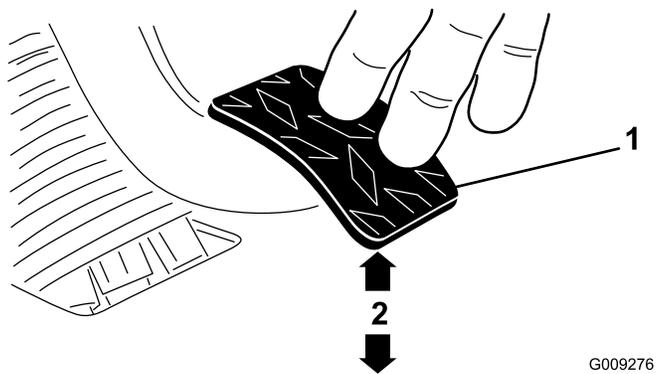

Рисунок 70
3. Регулируйте зажимные гайки или шаровой шарнир до тех пор, пока нижняя сторона задней кромки педали сцепления не будет находиться на расстоянии  $9,5 \pm 0,3$  см от верха доски пола с ромбовидным рисунком, когда к педали прикладывается усилие 1,8 кг (Рисунок 70).